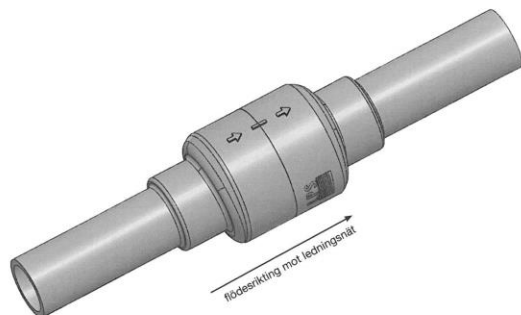

Bild 1. Montering av backventil.
10. Backventil är installerad vid fastighetsgräns. Se till att backventilen är monterad med dess plär i flödesriktningen, dvs från fastigheten ut mot gatan. Bild 1 visar backventil. Fotografiera monterad backventil och bifoga färdiganmälan.